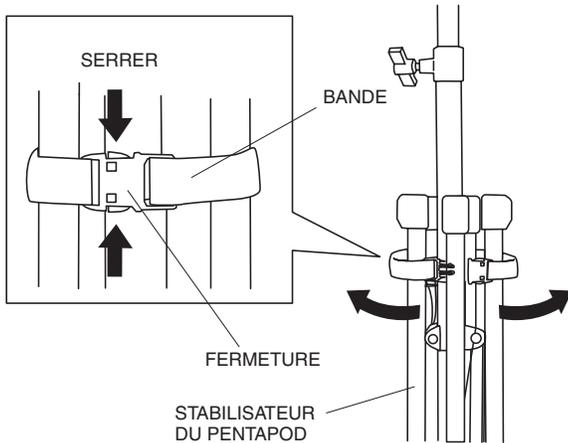

Figure 6. Déserrer la fermeture à boucle du pentapod
2. Enlever le pentapod de l'étui de transport. Les stabilisateurs du pentapod sont fixés ensemble à l'aide d'une sangle. Voir Figure 6. Presser les deux bandes de chaque côté de la boucle pour débloquer la sangle et permettre aux stabilisateurs du pentapod de se déployer.